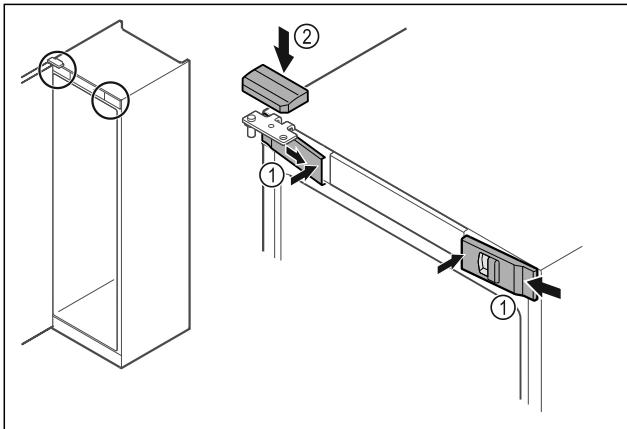

Fig. 48
- ▶ Vordere Abdeckungen Fig. 48 (1) seitlich einhaken und innen aufrasten.
- ▶ Obere Abdeckung Fig. 48 (2) von oben aufrasten.